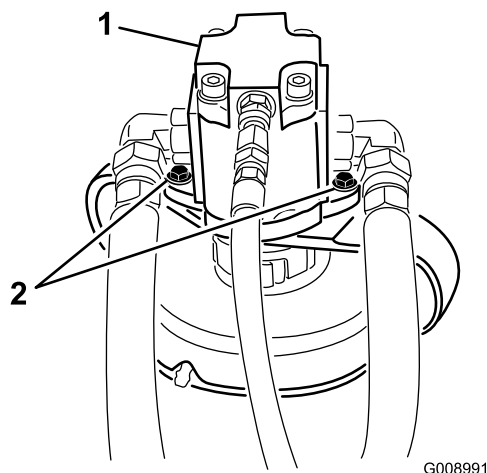

Figure 1
3. Enlevez les boulons qui fixent le moteur hydraulique au plateau de coupe (Figure 1). Soulevez le moteur et éloignez-le du plateau de coupe.
13. Montez le moteur hydraulique sur le plateau de coupe avec les boulons enlevés précédemment (Figure 1).